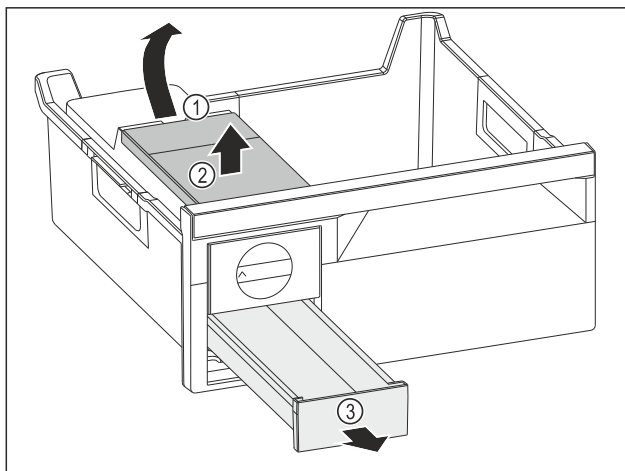

Fig. 144
- ▶ Извлеките бак для воды: Поднимите бак для воды за выемку Fig. 144 (1).
- ▶ Извлеките бак для воды Fig. 144 (2) движением вверх.
- ▶ Извлеките выдвижной ящик для кубиков льда Fig. 144 (3) движением вперед.